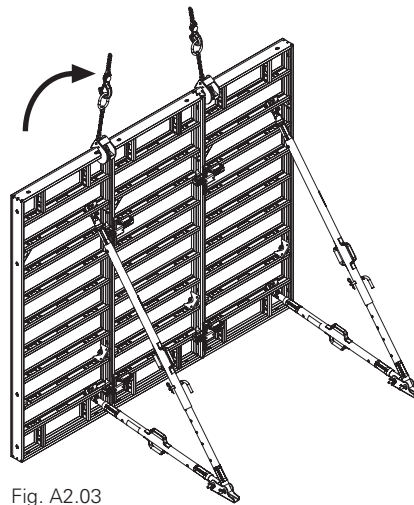

Fig. A2.03
3. Al punto di utilizzo con la gru. (Fig. A2.03)